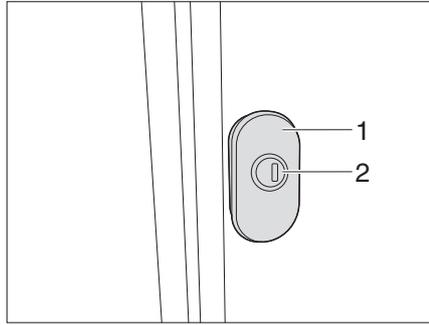

Fig. 56 Manopola di chiusura girevole (variante 1)
- Inserire la chiave nel cilindro della serratura (Fig. 56/57,1) e ruotare di un quarto di giro. La serratura dello sportello è sbloccata.
- Tirare la manopola di chiusura girevole (Fig. 56/57,2) e ruotare di 180° in senso antiorario. Lo sportello esterno è aperto.